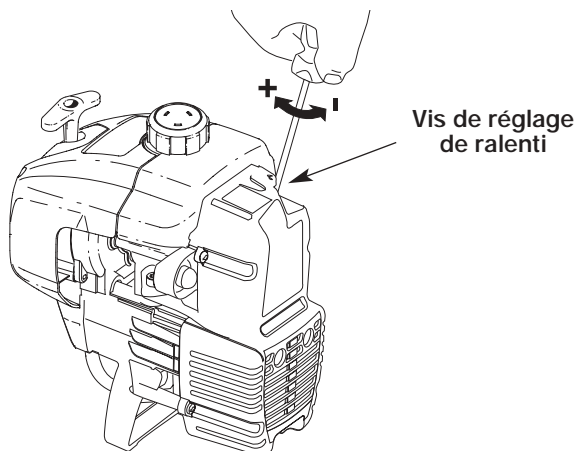

Fig. 40
Le régime ralenti du moteur est réglable par le couvercle du filtre à air/silencieux (Fig. 40).
2. Relâchez le levier d'accélérateur et laissez le moteur au ralenti. Si le moteur s'arrête, insérez un petit tournevis à embout cruciforme ou à tête plate dans le trou du filtre à air/couvercle du silencieux (Fig. 40). **Vissez** la vis de ralenti de 1/8 de tour à la fois (selon le besoin) jusqu'à ce que le moteur se mette bien au ralenti.